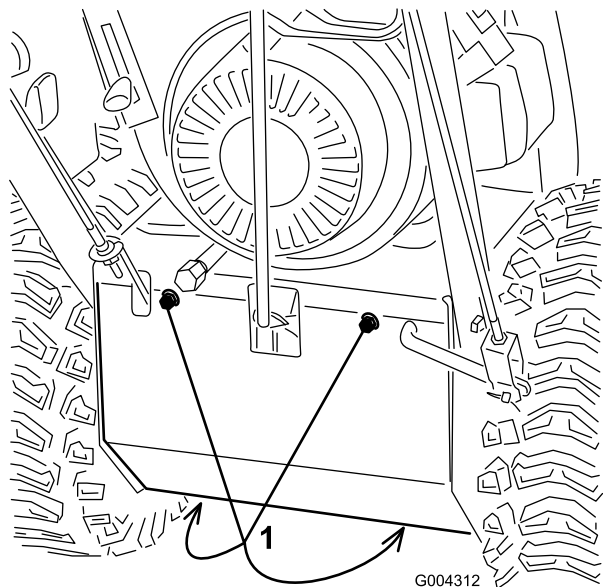

Figura 27
- Togliete i quattro bulloni a testa flangiata che fissano il coperchio inferiore al telaio, e togliete il coperchio (Figura 27).
- Togliete i quattro bulloni a testa flangiata che fissano il coperchio inferiore, e togliete il coperchio (Figura 27).
6. Togliete i quattro bulloni a testa flangiata che fissano il coperchio inferiore al telaio, e togliete il coperchio (Figura 27).